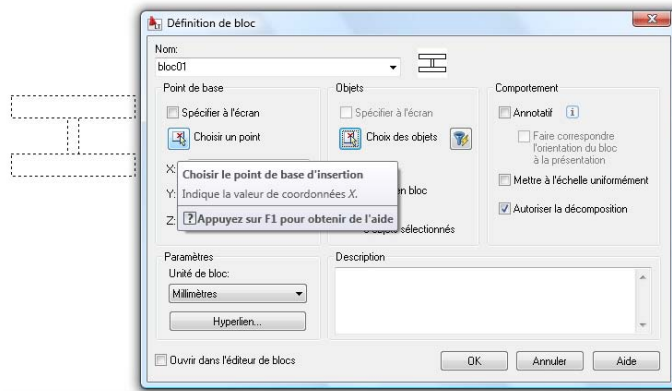

Figure 4.23
4. Après avoir sélectionné les objets du dessin à transformer en bloc, spécifiez maintenant un point d'insertion (voir Figure 4.23).